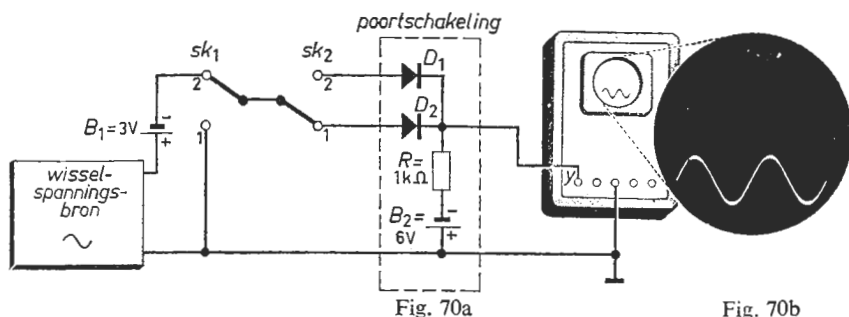

Fig. 70b
- Schakel Sk_1 in stand 2. Regel de Y-versterking en de X-snelheid tot de afbeelding van fig. 70b ontstaat. Trigger met de netspanning.